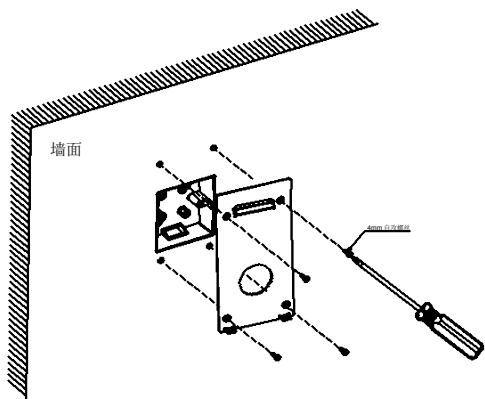
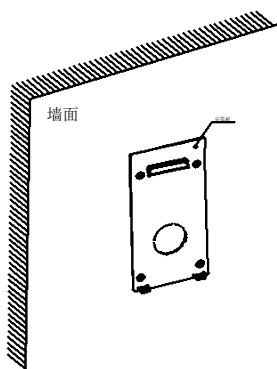

图 4-1
图 4-2
1、用螺丝刀和4 mm 自攻螺丝将安装板锁紧至与墙面贴平, 如图 4-1 所示, 安装后效果如图 4-2 所示